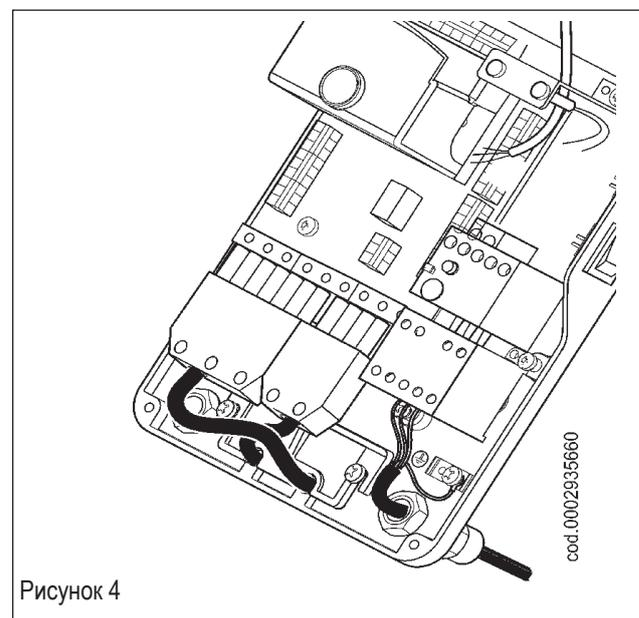

Рисунок 4
- Установите зажимную пластинку, как показано на рисунке 3. Поверните кулачок (6) так, чтобы пластинка должным образом надавила на два провода. После этого затяните крепежные винты пластинки. Наконец, соедините 7-штырьковый и 4-штырьковый разъемы (смотрите рисунок 4).
- Для закрытия крышки электрического щита заверните 4 винта (1) соответствующим моментом затяжки для гарантирования правильности уплотнения.